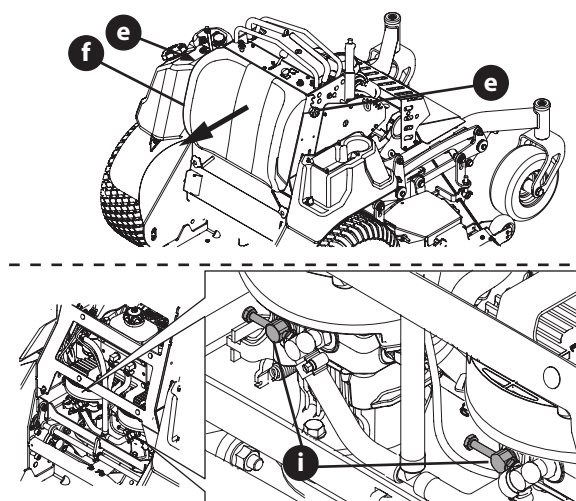

Fig. 2
3. Pour ouvrir les deux vannes de dérivation de la transmission hydrostatique, procédez comme suit (Fig. 2) :